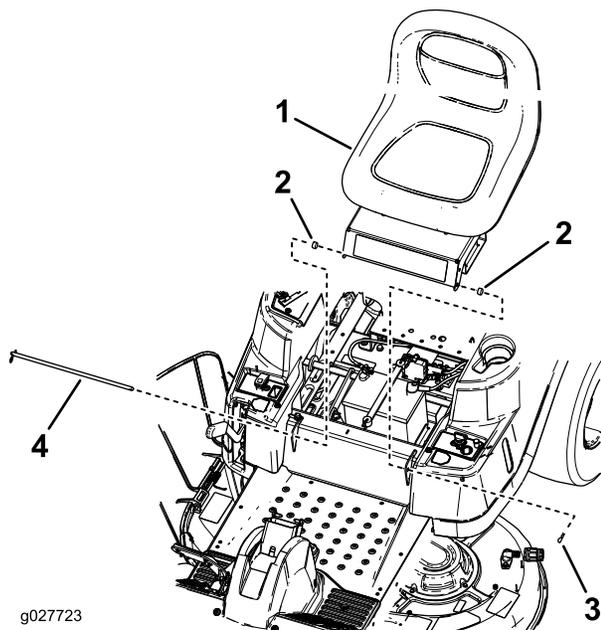

Figura 2
3. Rimuovete il sedile e il fondo del sedile esistenti dalla macchina (Figura 2).
4. Installate sul telaio il nuovo gruppo sedile e fondo del sedile utilizzando l'asta del sedile, 2 coppie e 2 distanziatori (solo in alcuni modelli) (Figura 2).